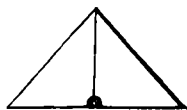

Рис. 166. Ватерпасъ.
1. Ватерпасъ (рис. 166).
Изъ гладко выстроганной доски, толщиною въ 3 сантиметра (около $1\frac{1}{4}$ дюйма), выпили равнобедренный (то-есть съ двумя равными сторонами) треугольникъ. Нижнюю сторону треугольника сдѣлай въ 20—30 сантиметровъ ($4\frac{1}{2}$ — $6\frac{3}{4}$ вершка) длиной. Кромку этой стороны доски надо выстрогать какъ можно правильнѣе и глаже. Затѣмъ изъ вершины треугольника проводи линію подъ прямымъ угломъ къ нижней сторонѣ треугольника (рис. 166) и пропили вдоль этой линіи пилой жолобокъ. У нижняго конца жолобка выдолби полукруглой стамезкой или напилкомъ небольшое углубленіе. Въ верхнемъ концѣ жолобка вбей маленькій гвоздикъ и привяжи къ нему конецъ нитки, а къ другому концу нитки прикрѣпи какой-нибудь грузикъ, напримѣръ, свинцовую пульку. Грузикъ долженъ приходиться какъ разъ въ нижнемъ углубленіи и свободно двигаться въ немъ. Употребленіе ватерпаса было уже объяснено въ столярномъ отдѣлѣ.